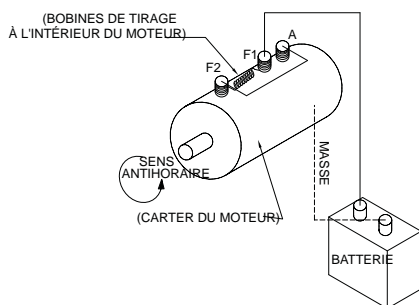

FIGURE 2
8. Pour tester les contacts supérieurs, utilisez le même branchement mais avec les bornes du dessus (cf. figure 2). Lorsqu'il est branché comme indiqué dans la figure 2, le moteur doit commencer à fonctionner.
1. Reliez les bornes F-2 et « A » du moteur avec un fil temporaire (cf. figure 2).
2. Reliez la borne positive (+) de la batterie à la borne F-1 du moteur. Mettez la borne négative de la batterie (-) à la masse sur le carter du moteur (cf. figure 2).